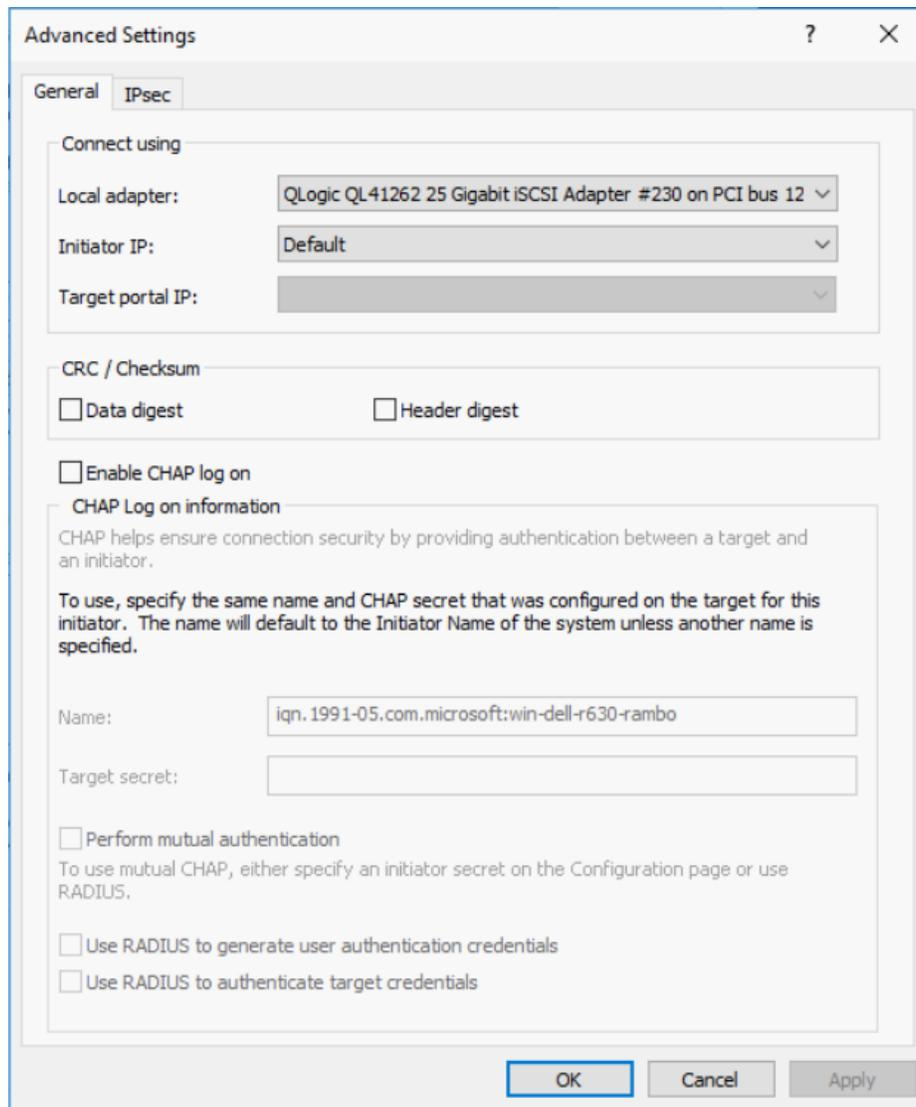

Abbildung 9-21. Auswählen der Initiator-IP-Adresse
6. Vervollständigen Sie im Dialogfeld „Advanced Settings“ (Erweiterte Einstellungen) (Abbildung 9-21) die folgenden Informationen unter **Connect using** (Verbinden über):